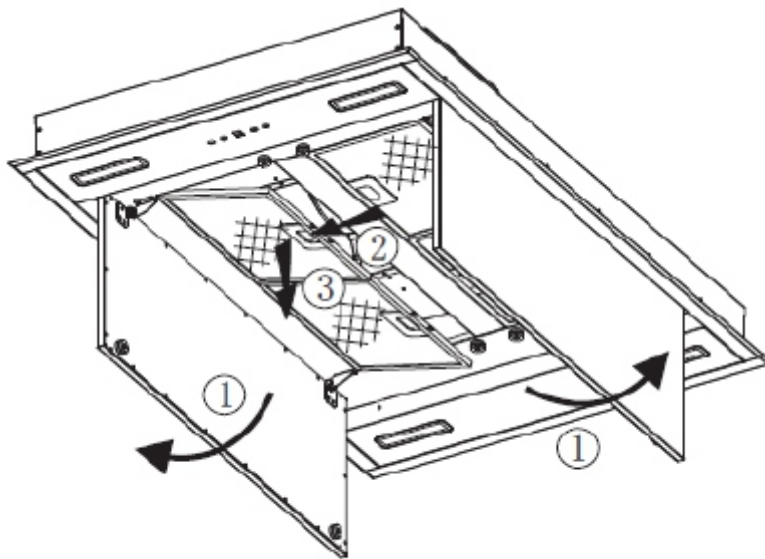

Figura 5
- a. Abra o painel decorativo e tire todos os filtros (consulte a figura 5).